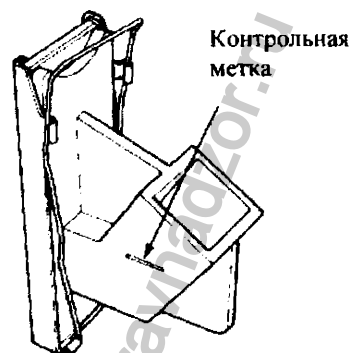

Рисунок 3-14
4. Внесите биологический материал в камеру для образцов до уровня отметки, нанесенной на боковой стороне камеры. **Не превышайте допустимое количество материала.** Смотри Рисунок 3-14.